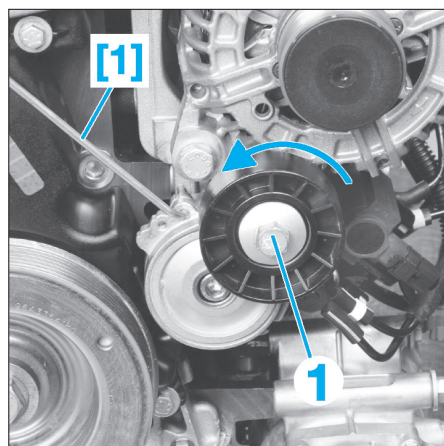

Fig. 1
- Tourner le galet tendeur (1) dans le sens inverse horaire (Fig.1).